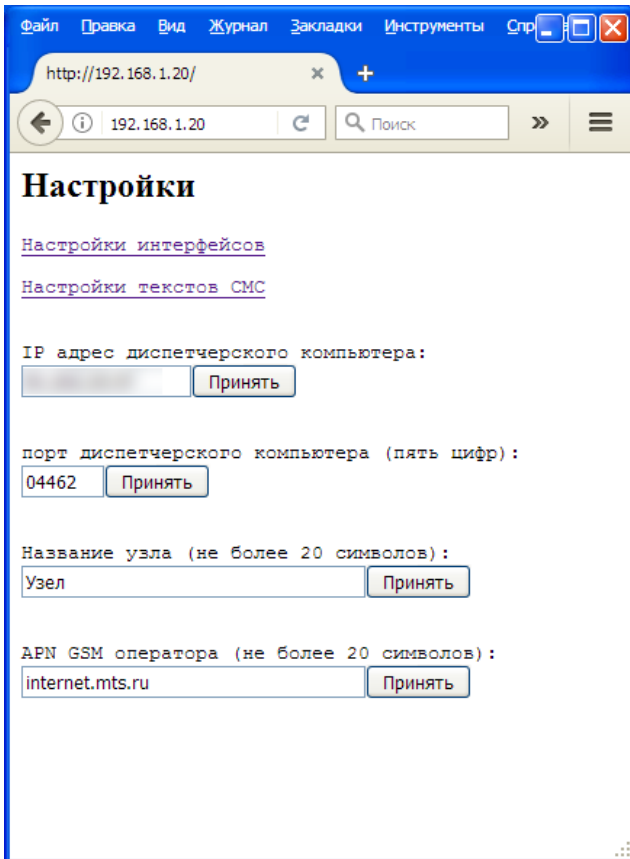

Рис.7.2. Настройка Платы
- через браузер по адресу 192.168.1.20 зайти в настройки Платы (Рис.7.2);